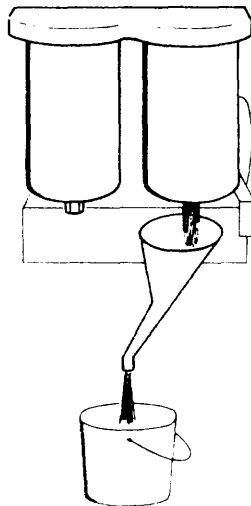

Fig. 1
- b Drene el filtro de combustible (fig. 1).